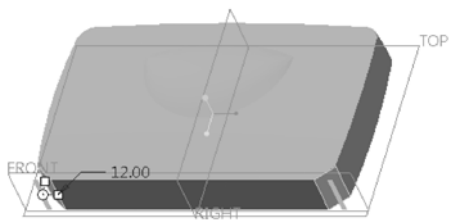

图 7-168 选择要倒角的边参照
- 2 按〈Ctrl〉键选择如图 7-168 所示的两条边参照。